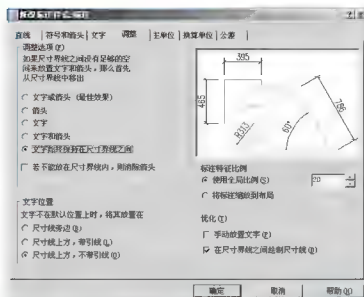

图 5.59 修改标注样式
(1) 新建图形。打开【选择样板】对话框, 选择【1 : 1 模板】文件, 进入模板内绘制 L-1 梁的纵断面图和楼梯配筋图, 将该文件存盘并命名为“L-1 梁和楼梯”。
(2) 修改标注样式, 如图 5.59 所示。打开【修改标注样式: 标注】对话框, 将【调整】选项卡内的【使用全局比例】修改为“20”。